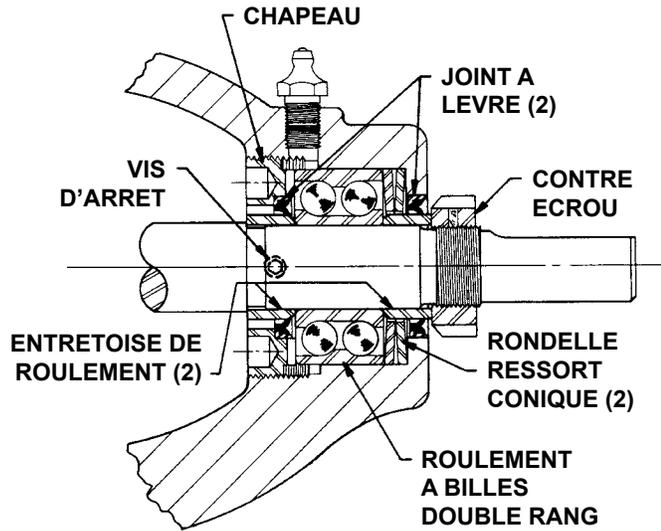

FIGURE 7
8. Pour retirer les pièces du roulement de butée, Figure 7, desserrez d'abord les vis d'arrêt qui bloquent le chapeau. Retirez ensuite le chapeau ce qui permet le démontage du roulement à billes et des rondelles de ressort coniques. Les roulements doivent être nettoyés à fond et contrôlés. S'ils comportent des traces d'usure ou d'endommagement il faut utiliser un nouveau roulement.
contre la saleté ou autres particules qui pourraient pénétrer dans le roulement. Lors de l'installation de nouveaux joints a levre, assurez-vous de les installer avec les lèvres orientées comme à la Figure 7.
4. (Voir Fig. 7). Placez les deux rondelles ressort coniques avec la partie interne en contact, (la partie externe des rondelles sera séparée par la suite) dans la zone de roulement de butée du support. Mettez ensuite en position le roulement à billes à deux rangs et le joint a levre doté d'un obturateur. Serrez le chapeau à la main jusqu'à ce que vous sentiez une certaine résistance puis donnez un demi tour supplémentaire.